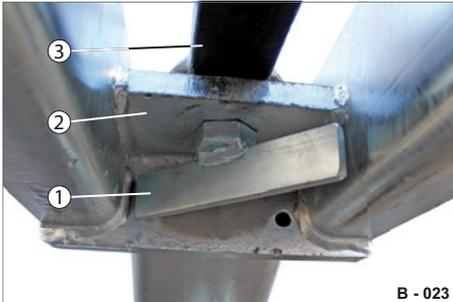
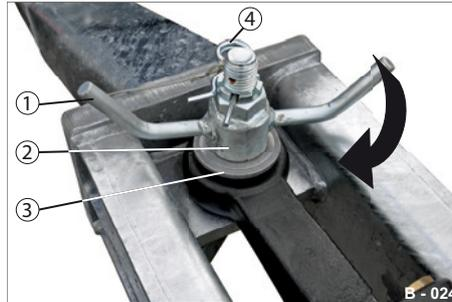

Abb. 22 Zugöse D40 oben angeschlagen
Abb. 23 Zugöse D40 oben sichern
► Stecken Sie die Befestigungsschraube (Abb. 22/1) von unten durch die Halterung (Abb. 22/2) und die Zugöse (Abb. 22/3).
- Stecken Sie die Scheibenauflage (Abb. 23/3), den Abstandshalter (Abb. 23/2) von oben auf die Befestigungsschraube an die Zugöse (Abb. 22/3).
- Schrauben Sie die Flügelmutter (Abb. 23/1) auf die Befestigungsschraube auf.
- Stecken Sie (falls vorhanden) den Federstecker Abb. 23/4 durch die Bohrung der Befestigungsschraube und durch die Kronenmutter der Flügelschraube (Abb. 23).